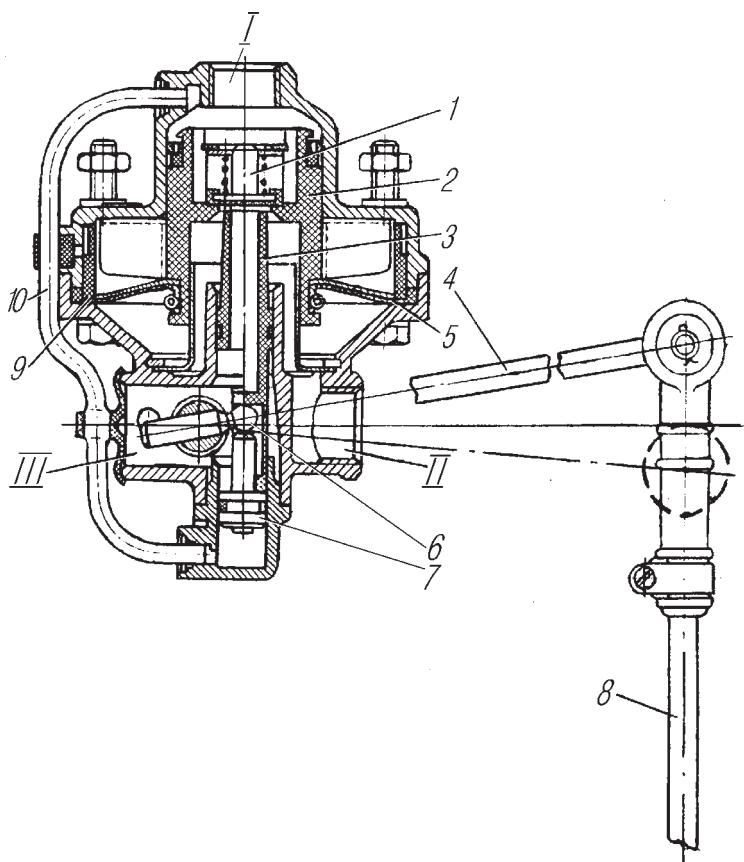
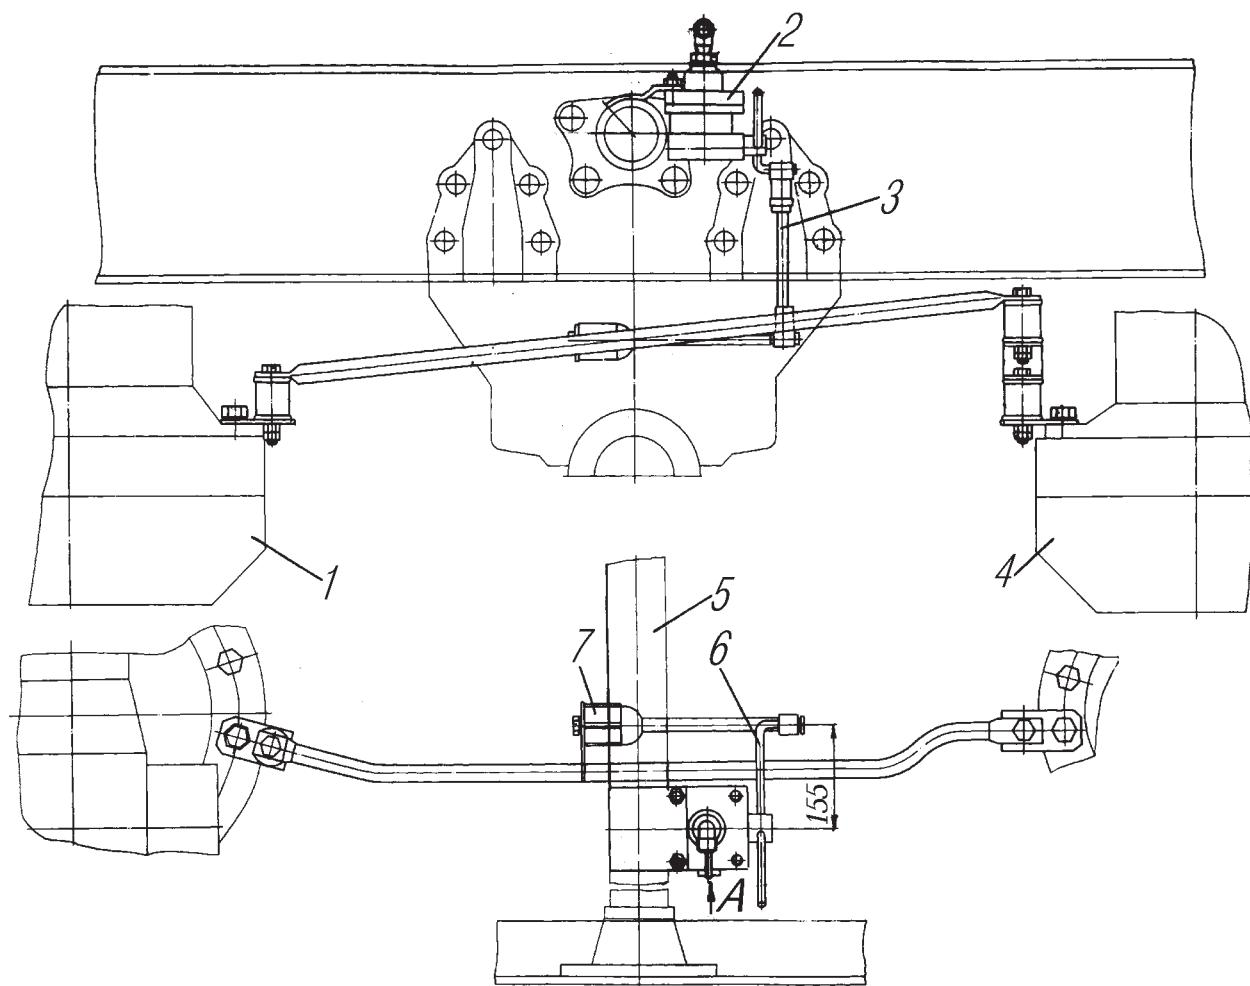

Рис. 77. Регулятор тормозных сил:
Рис. 78. Установка регулятора тормозных сил:
**Регулятор тормозных сил** (рис. 77) установлен на пятой поперечине рамы (рис. 78) и механически связан с мостами задней тележки. Регулятор тормозных сил (РТС) автоматически регулирует давление сжатого воздуха, подводимого к исполнительным механизмам задней тележки (пневмоусилитель задней тележки) в зависимости от осевой нагрузки.
Для регулировки регулятора тормозных сил на порожнем автомобиле доведите давление воздуха в пневмосистеме до 0,6 МПа (6 кгс/см2) при нажатой педали тормоза (по манометру в кабине) и, изменяя длину вертикальной тяги 8 (см.рис. 77) путем перемещения на ней соединительной муфты, установите расчетное давление на выходе из регулятора тормозных сил по табличке РТС (см. рис. 10) в зависимости от комплектации автомобиля.